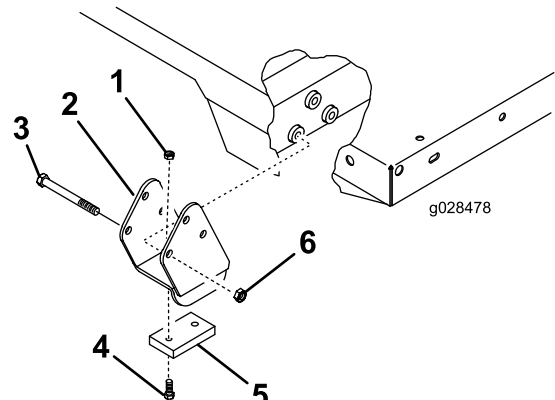

Figure 3
3. Fixez une cale d'usure sur les supports entretoises gauche et droit au moyen de 2 boulons à tête tronconique et de 2 contre-écrous (Figure 3).
4. Montez sans serrer les supports entretoises sur les profilés gauche et droit du cadre au moyen de 3 boulons de carrosserie (3/8 x 3-3/4 po) et de 3 contre-écrous (3/8 po), comme montré à la Figure 3.
5. Positionnez les supports sur le profilé comme montré à la Figure 3.